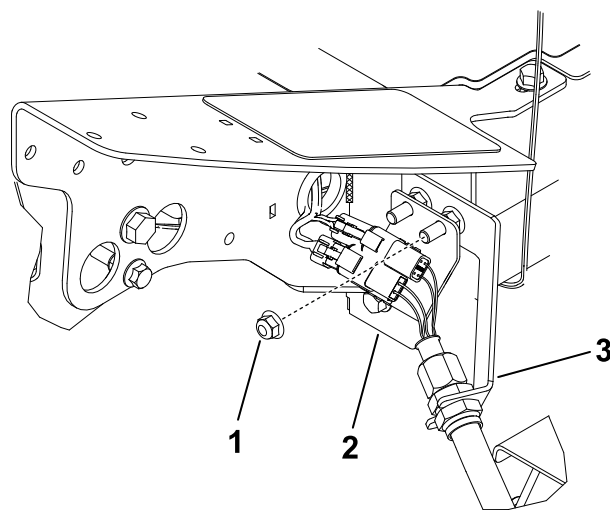

Figura 26
1. En la esquina delantera izquierda del bastidor (posición de la unidad de corte N.º 4), retire la tuerca con arandela prensada adicional del perno que sujeta el soporte de pasamuros a la máquina (Figura 26).
3. Instale la chapa de conexión en los pernos de montaje del pasamuros con los conectores posicionados según se indica en Figura 26.